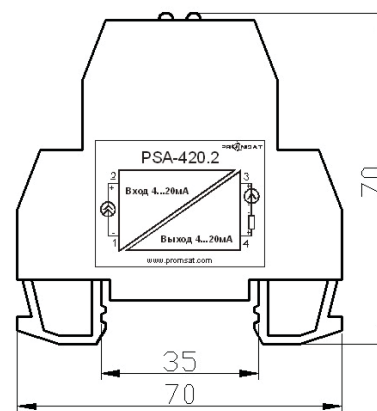

Рис. 5.2 Габаритные и установочные размеры преобразователя
- 5.5 Габаритные и установочные размеры преобразователя см. на рис. 5.2.